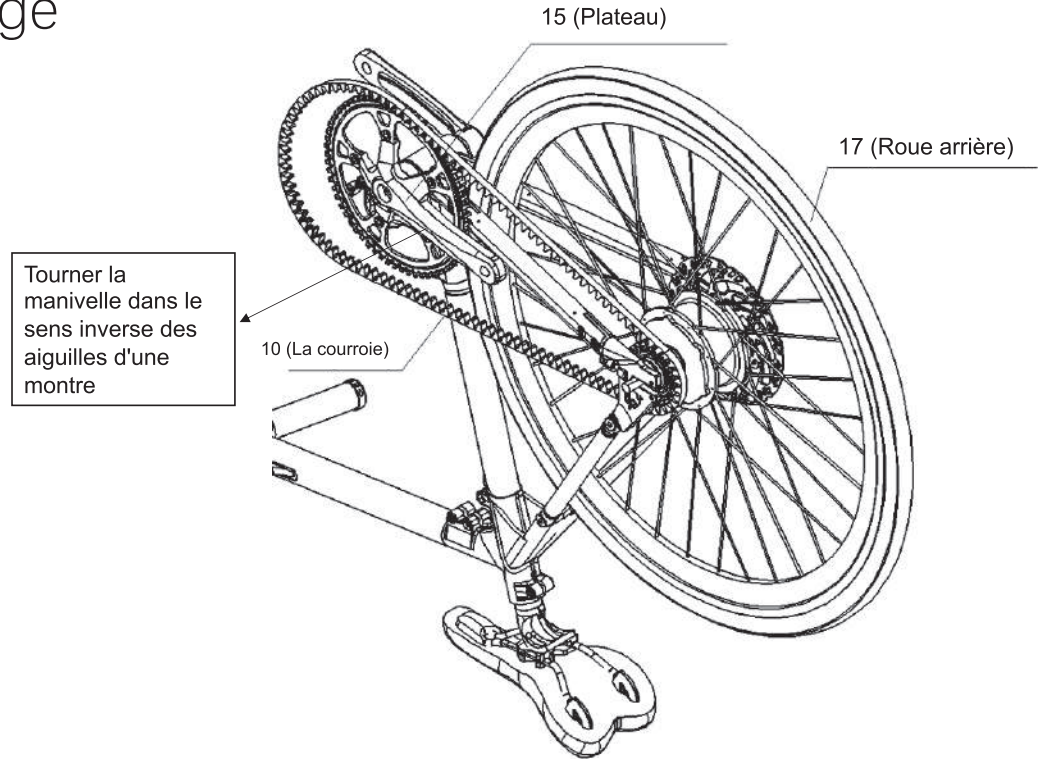

Figure 31.
f. Recouvrez la partie supérieure de la pièce 15 avec la pièce 10 et faites en sorte que le centre de la pièce 10 s'engage avec le centre de la pièce 15. Tournez la manivelle de la pièce 15 dans le sens inverse des aiguilles d'une montre pour que la pièce 10 recouvre complètement la pièce 15, comme le montre la Figure 31.